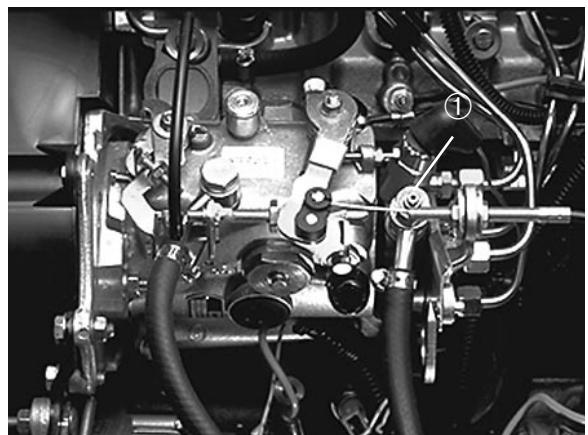

Figure 16
**Nota:** il faut parfois purger l'air du conduit d'alimentation entre le filtre à carburant/séparateur d'eau et la pompe d'injection. Pour ce faire, desserrer le raccord de la pompe d'injection (Fig. 16) et répéter la procédure de purge.